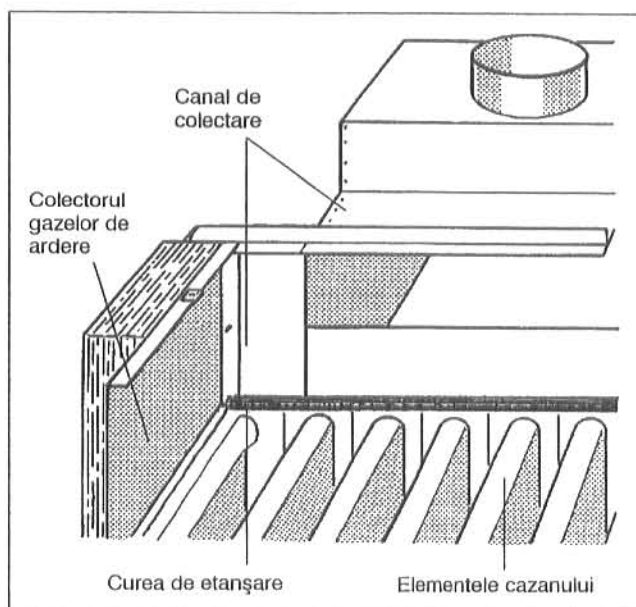

Fig. 7: Etanșarea canalului de colectare G324 XD
- presarea ambelor bucăți de sus între canalul de colectare și elementele cazanului (Fig. 7).